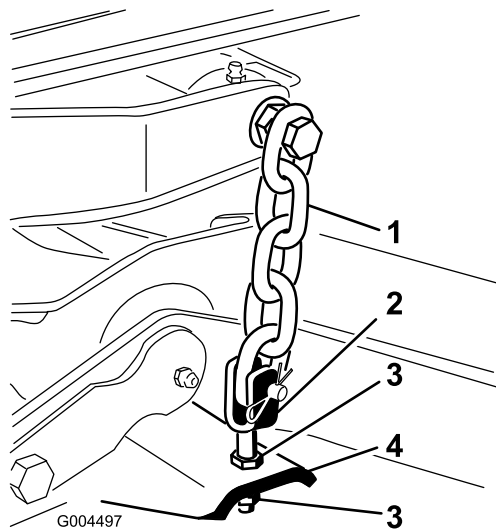

图5
- 调节将剪草机头/链条固定到剪草机的锁紧螺母直至剪草机达到水平 图5。
- 调节固定后剪草机头/链条 图5的锁紧螺母以升高剪草机的后部使刀片间距设定到 811mm。